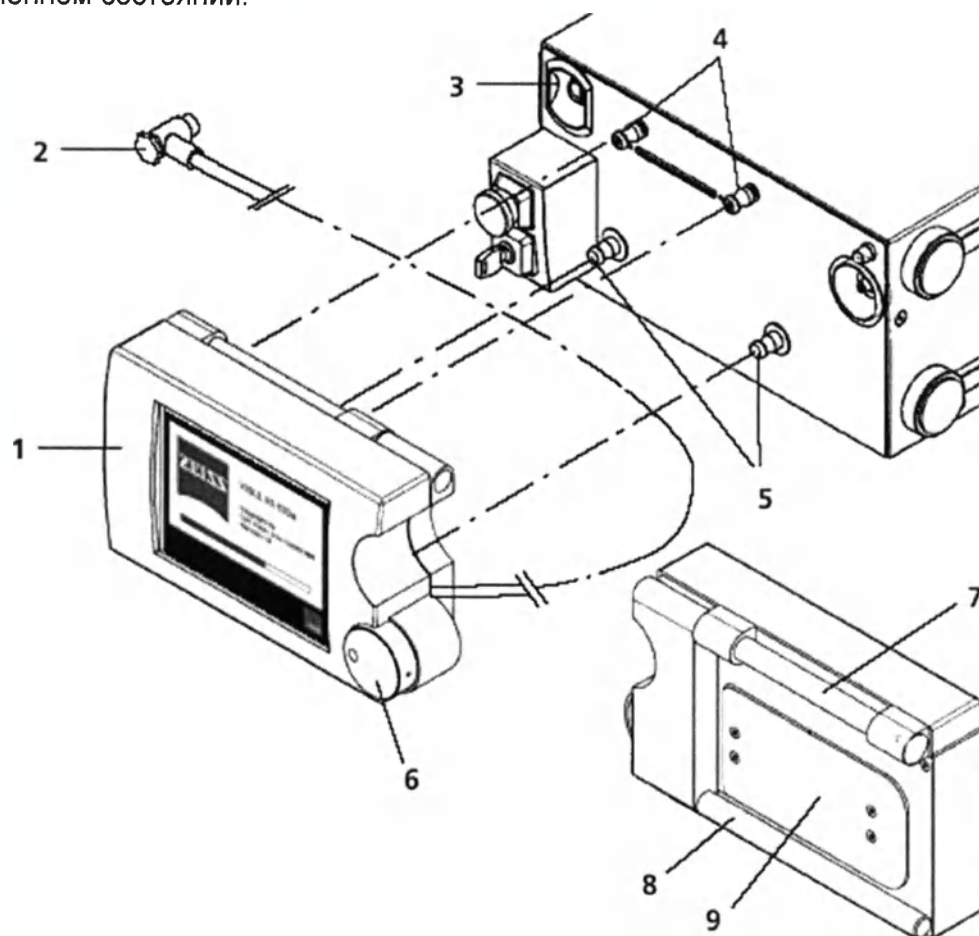

Рис.14 Снятие пульта управления
Управление VISULAS YAG III Combi осуществляется через меню с помощью пиктограмм на панели управления пульта управления (1, рис.14) и комбинированной поворотной ручки/кнопочного переключателя (6).